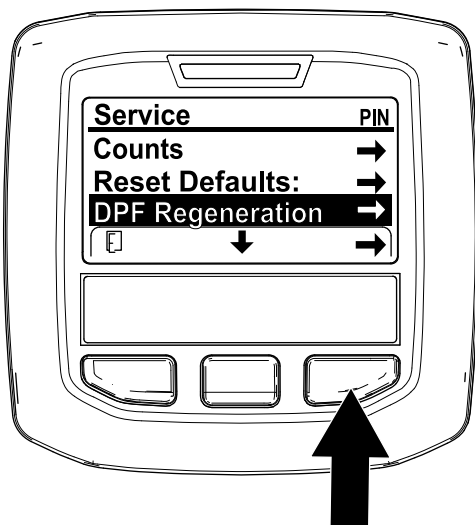

Figura 36
1. Acceda al menú Service (Servicio), pulse el botón central para desplazarse hacia abajo, hasta la opción DPF REGENERATION (Regeneración de DPF) (Figura 36).
2. Pulse el botón derecho para seleccionar la opción DPF Regeneration (Regeneración de DPF) (Figura 36).